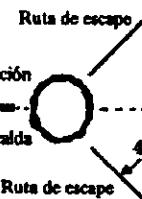

Figura 19
- Plácese una ruta de escape en dirección opuesta y en diagonal de la línea de caída del árbol. Figura 19.